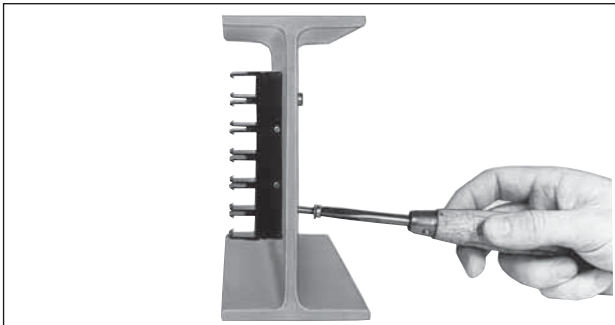

Bild 2: Kompakthalter KA 15/6
5.1. Kompakthalter KA (Bild 2 und 3)